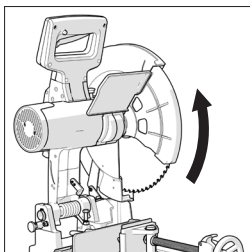

Fig. 5
- Cambie la protección inferior de la hoja a la protección superior de la hoja girándola a mano. **(Fig. 5)**